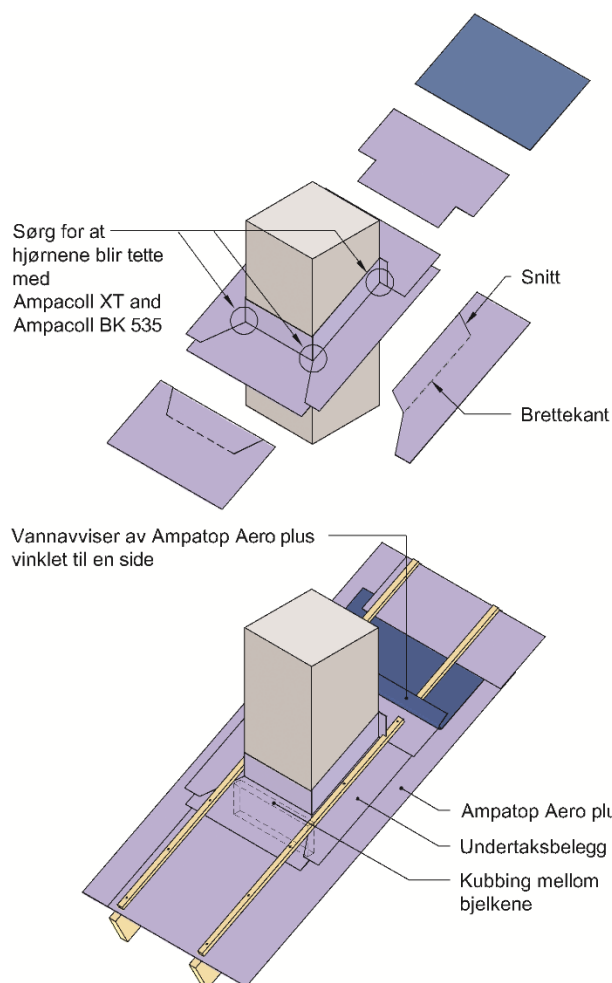

Fig. 4
3) Ampacoll Flexx Pro kan brukes i områder hvor oppdemninger av vann ikke kan oppstå, for eksempel skråtak flater eller vertikale flater som følge av gjennomføringer uten horisontale hindringer for nedløp av vann fra undertaket. Ved tetning av pipe må tilleggstiltak på oversiden iverksettes. Se fig 4.